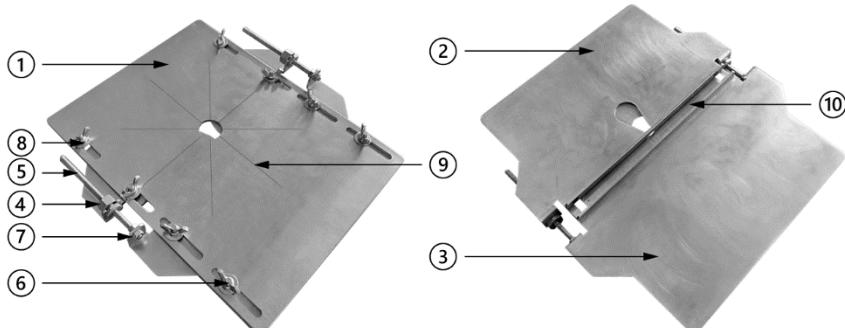
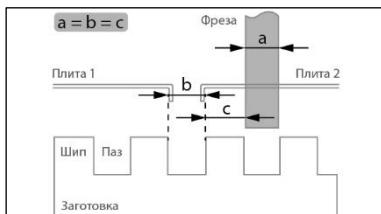

Рисунок 2.
Рисунок 3.
Перед установкой фрезера необходимо вывернуть гайки-барашки 8 (рис. 2) и снять основание 1.
Установите фрезу необходимого диаметра (а) мм (рис. 3) так, чтобы ее ножи располагались вдоль продольной оси приспособления.
Затем опустите и зафиксируйте фрезу в этом положении. Отрегулируйте расстояние от бортика направляющей до фрезы (с) мм так, чтобы его размер был равен диаметру фрезы (а) мм. Для этого, с помощью штангенциркуля, замерьте и зафиксируйте диаметр фрезы. Ослабьте крепление регулировочной плиты 2 (рис. 2). Переместите плиту до плотного касания бортика направляющей и фрезы со штангенциркулем. Затяните гайки-барашки 8 плиты 2.
Правильно настроенное приспособление позволяет сделать плотное шиповое соединение. Это особенно актуально при малой ширине деталей и малом количестве шипов. На широких деталях с большим количеством шипов для более легкой сборки соединение можно сделать прослабленным. Для этого необходимо уменьшить расстояние (с) мм (рис. 3).
Установите плиту 3 (рис. 2) таким образом, чтобы размер паза направляющих (b) мм (рис. 3) по внешней стороне бортиков был равен диаметру фрезы (а) мм. Для этого ослабьте гайки-барашки 8 плиты 3 (рис. 2). С помощью штангенциркуля, замерьте и зафиксируйте диаметр фрезы. Установите штангенциркуль по внешним сторонам бортиков направляющих. Подкручивайте гайку 4 до плотного касания бортиков направляющей и штангенциркуля. Проделайте эту настройку с двух сторон, чтобы исключить перекос направляющих. Зафиксируйте плиты 2 и 3 в этом положении, затянув гайки-барашки 8.
После этого при помощи штангенциркуля установите расстояние от фрезы до бортика, соответствующее размеру окна и зафиксируйте плиту 2 (рис. 2).
Следующим шагом в настройке будет выставление паза направляющих. Расстояние между двух бортиков по внешней стороне должно быть равно диаметру установленной фрезы (рис. 4-8, 9) см. п. 3.2 «Настройка шипорезного устройства». Также настройку подвижных плит можно произвести, установив их в первый паз. Производя регулировку гайками 4 (рис. 2) необходимо добиться, чтобы приспособление ходило в пазе с легким натягом и не имело люфтов. По окончании регулировки зафиксируйте плиту 3, закрутив гайки-барашки 8.
- диаметр фрезы = расстояние от фрезы до бортика направляющей = ширина паза направляющих по внешнему краю ($a = b = c$, рис. 3).
Установлено слишком большое расстояние «с», рис. 3	Произвести корректировку положения пластин